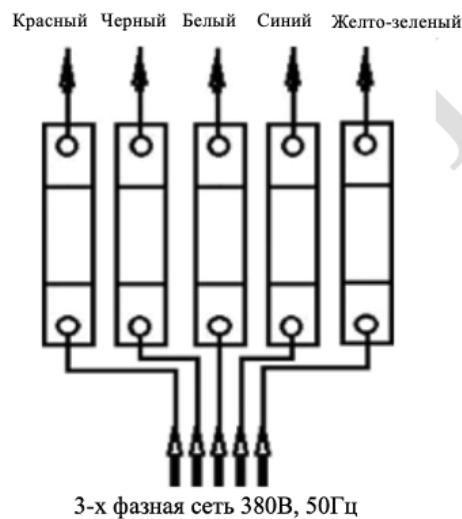

Рисунок 5
2.4.11.1 Питание станции зарядной для электрического транспорта осуществляется от трехфазной сети переменного тока. Разводка проводов питающей сети производится на клеммники. Места для подключения фазных проводов промаркованы метками «красный», «черный», «белый», «синий», «желто-зеленый» (см. рисунок 5).